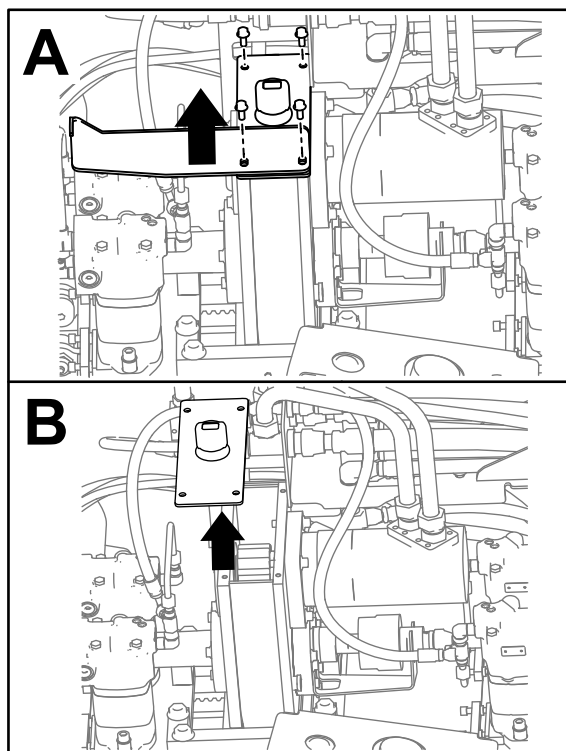

Рисунок 133
3. Отверните 4 болта на защитной пластине и редукторе (вид А на Рисунок 133).
4. Снимите защитную пластину (вид А на Рисунок 133).
5. Снимите крышку на редукторе и откачайте масло ручным насосом (вид В на Рисунок 133).
9. Установите ограждение на свое место и вставьте два болта (вид А на Рисунок 133).
10. Вставьте два других болта, которые крепят крышку на редукторе (вид А на Рисунок 133).